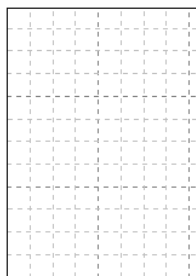
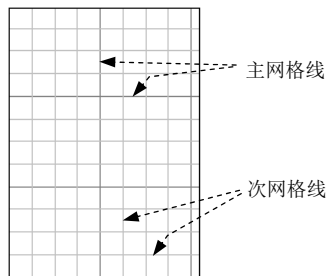

图 5.2.3 以虚线显示网格线
图 5.2.4 以实线显示网格线
- ☒ **虚线(H)** 复选框：选中该复选框后，将以虚线显示网格线，如图 5.2.3 所示；反之则以实线显示，如图 5.2.4 所示。